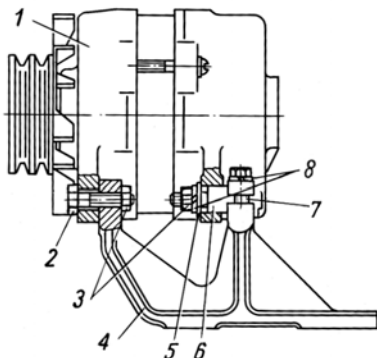

Рис. 28. Крепление генератора на двигателе:
- вставить палец 6 (рис. 28) в отверстие задней крышки генератора и закрепить с гайкой 3 с шайбами 5 и 8;